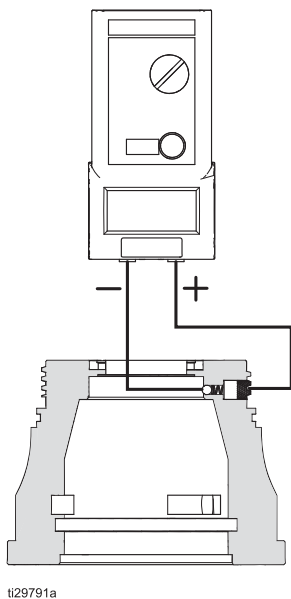

图 18 前部外壳电阻
3. 如果电阻小于 0.1 兆欧，请重新组装整个涂布机并重新测试。确保弹簧加载式触点干净，并且与对接平面接触。请参见图 18。